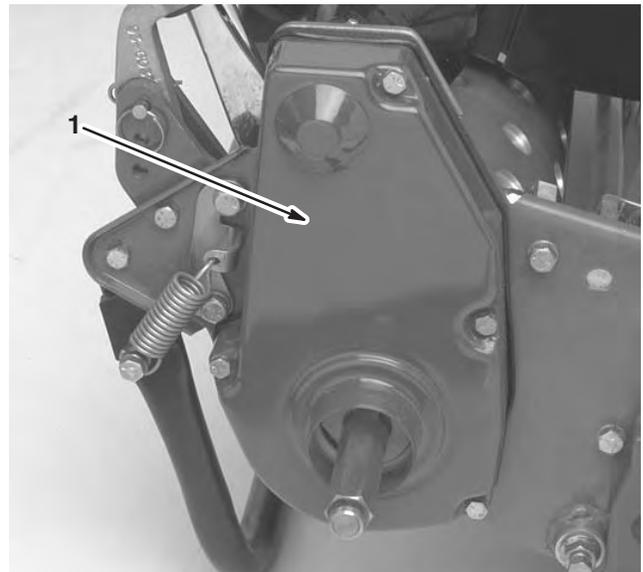

Figure 8
6. Enlevez le couvercle de courroie du côté droit de la machine (Fig. 8).